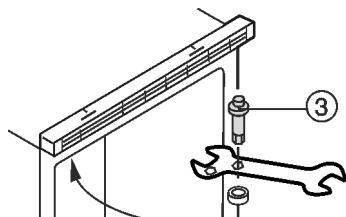

Fig. 3
- ▶ Desenrosque el perno de bisagra superior Fig. 3 (3) y enrósquelo en el lado opuesto **(con 4 Nm) para fijarlo.**
- ▶ Enganche la puerta en el perno de bisagra Fig. 3 (3) superior y ciérrala.